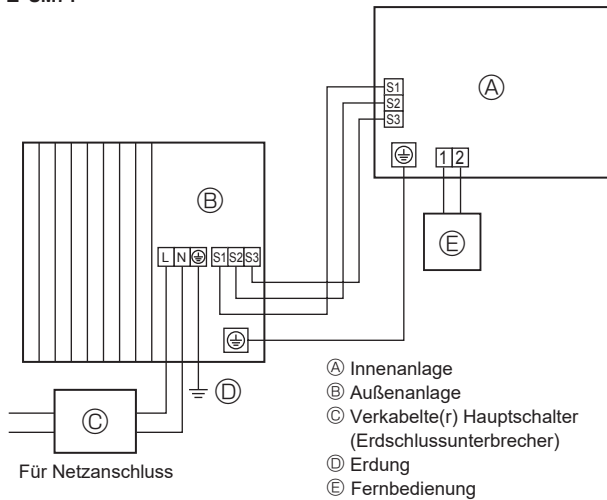
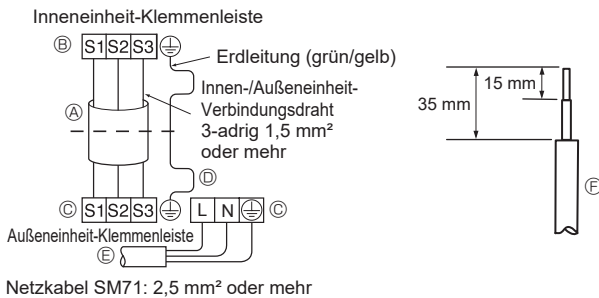
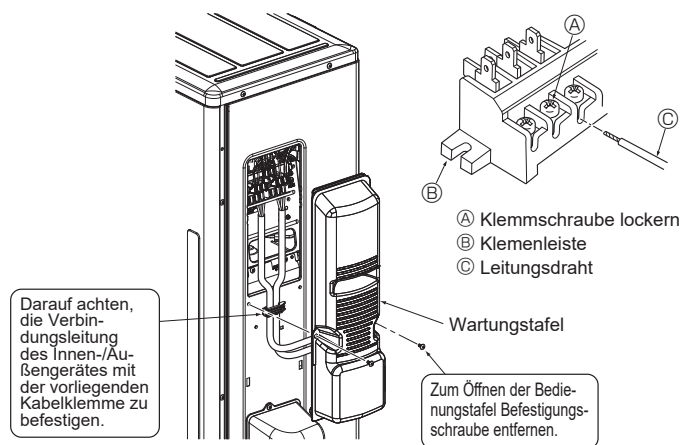

Fig. 6-1
Fig. 6-2
Fig. 6-3
### 6.1. Außeneinheit (Fig. 6-1, Fig. 6-2, Fig. 6-3)
- ① Die Wartungstafel entfernen.
- ② Die Kabel wie in den Fig. 6-1, 6-2 und 6-3 gezeigt verlegen.
- Verdrahtung wie in der Abbildung links unten dargestellt vornehmen. (Kabel ist vor Ort zu beschaffen) (Fig. 6-2)
- (A) Anschlußkabel
- (B) Innenanlage-Klemmenleiste
- (C) Außenanlage-Klemmenleiste
- (D) Achten Sie darauf, daß das Erdungskabel länger ist als die anderen, spannungsführenden Kabel.
- (E) Netzkabel für die Stromversorgung
- (F) Leitungsdraht